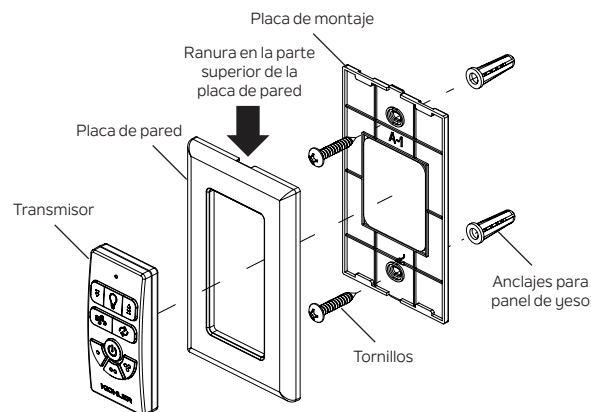

Figura 8
Paso 1. Retire la placa de pared de la placa de montaje (inserte un destornillador pequeño de cabeza plana en la ranura de la parte superior de la placa de pared y haga palanca con cuidado para retirar la placa de pared de la placa de montaje). **(Figura 8)**
Paso 6. Coloque la placa de pared en su lugar sobre la placa de montaje. **(Figura 8)**
Paso 7. Inserte el transmisor en el centro de la placa de pared y se fijará magnéticamente a la placa de montaje. **(Figura 8)**